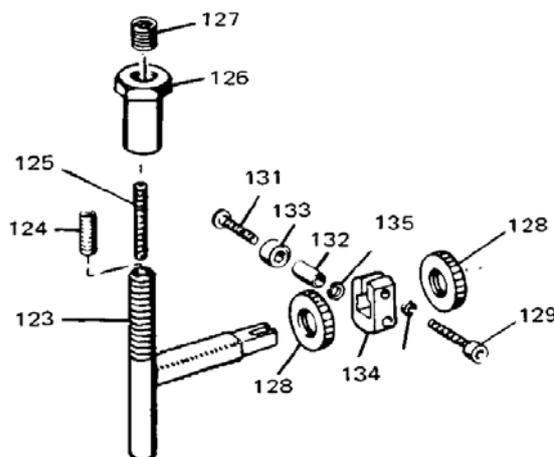

Рис. 3-1. Покомпонентный чертеж регулировки высокой скорости
3. Приведите винт регулировки высокой скорости (125, рис. 3-1) в положение, когда его верхний конец выровнен с верхом Т-образного винта установки оборотов (123).
- b. В случае если требуемые высокие обороты достигаются до набора максимального требуемого давления управления, следует переместить поворотную скобу с шарикоподшипником (кромку) (134, рис. 3-1) по направлению к цилиндру установки оборотов и уменьшить диапазон скоростей регулятора относительно диапазона давления воздуха управления.
- c. Вращайте установочный винт высокой скорости (125, рис. 3-1) в винте установки скорости 123 по часовой стрелке до начала касания стопорного штифта высокой скорости. Если установочный винт закручен слишком далеко, начнет расти скорость первичного двигателя.